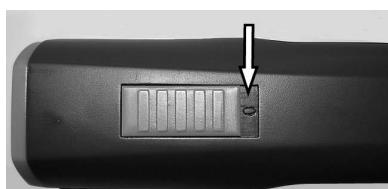

Fig. 4 Bryter i AV-posisjon („0“)
- Kontroller kontaktene på klippemaskinen (1) og batteriet (2) for fremmedelementer og kontaminasjon.
- Forviss deg om at bryteren på klippemaskinen er i AV-posisjon („0“) (fig. 4).
- Sett batteriet (2) inn i klippemaskinen (3) til batterisperren (1) går i lås på begge sider.
- Sett klippemaskinen med det innsatte batteriet (1) eller reservebatteriet (2) ovenfra og uten makt ned i ladeåpningen på ladestasjonen.
- Batteriet lader. Under ladingen lyser kontrollampen rødt (3). Når batteriet er ladet minst 90%, vil den grønne kontrollampen lyse, og laderen vil gå over til vedlikeholdslanding.
1. Sett bryteren på „0“ (fig. 4).
2. Trykk batterisperren (2) på begge sidene inn, og dra batteriet (1) ut av klippemaskinen.
1. Sett bryteren på „0“ (fig.4).